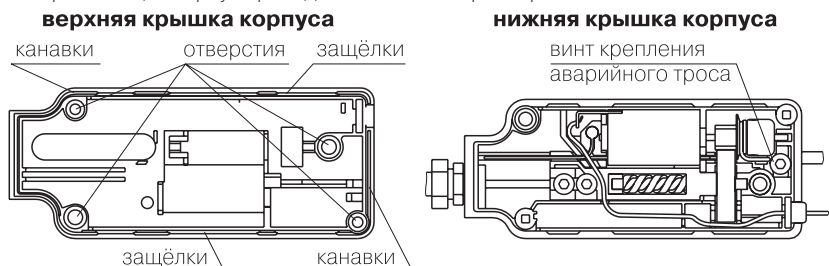

Рис. 8. Герметизация корпуса привода
3. Нанесите жидкий герметик на защелки, а также по всему периметру верхней крышки корпуса привода таким образом, чтобы он заполнил канавки (см. рис.8). Нанесите герметик на торцы крепежных отверстий верхней крышки корпуса и на тот участок оболочки аварийного троса,